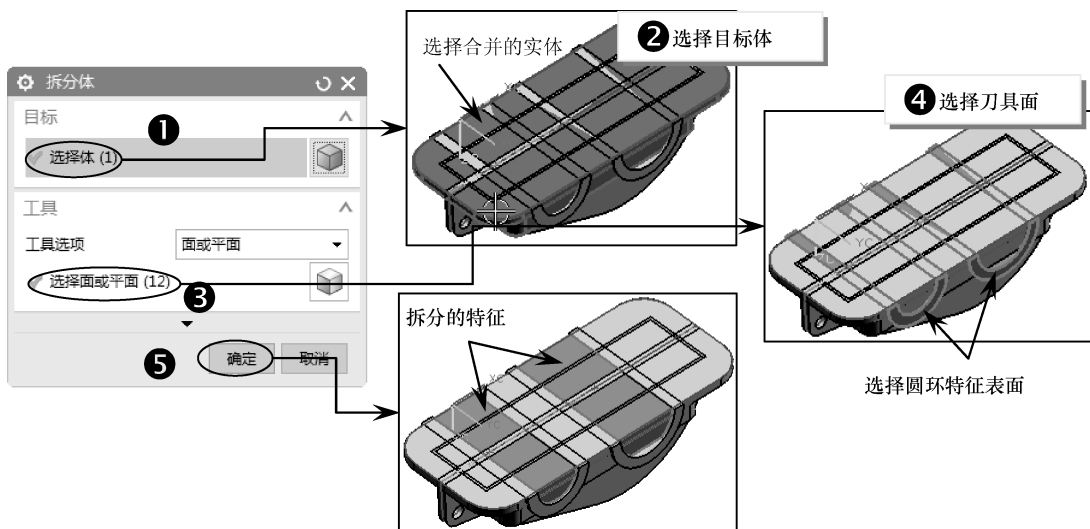

图 4-81 拆分合并的实体特征
- 09 在【特征】选项卡中单击【拆分体】按钮, 然后按如图 4-81 所示的操作步骤将合并的实体特征拆分。拆分后，将小的实体特征隐藏。